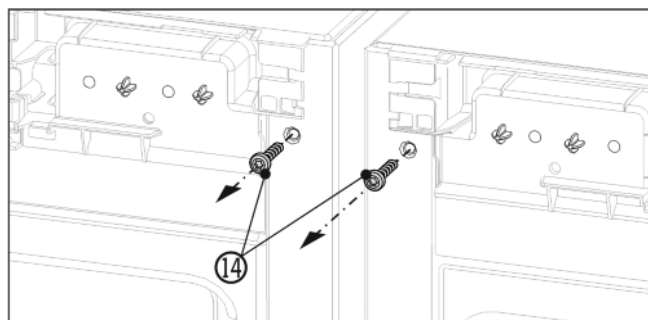

Fig. 6
- ▶ A felső rögzítővas felszerelése előtt tekerje ki mindkét földelőcsavart Fig. 6 (14).